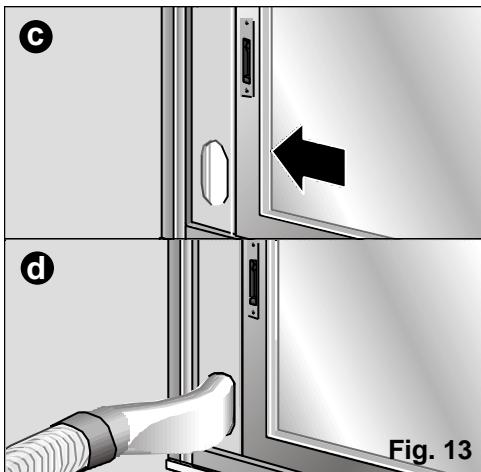

**Fig. 12**
- Sluit het raam zo goed mogelijk en zet het vast met de geleverde zuignap, **Fig. 12.**